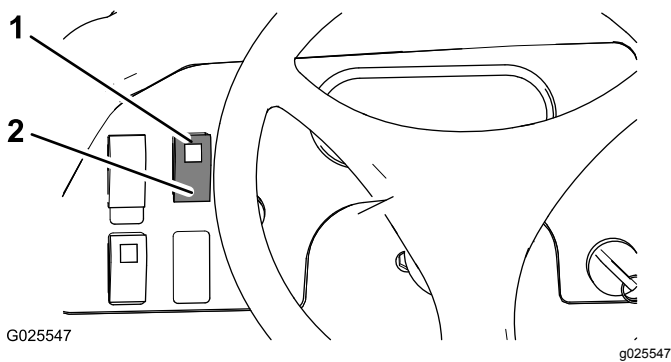

Рисунок 34
- Чтобы заблокировать дифференциал, нажмите выключатель блокировки дифференциала вверх (Рисунок 34).
- Чтобы разблокировать дифференциал, нажмите выключатель блокировки дифференциала вверх (Рисунок 34).